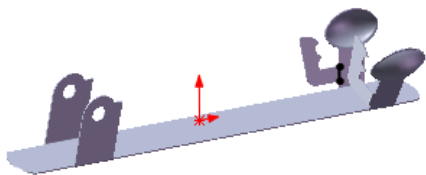
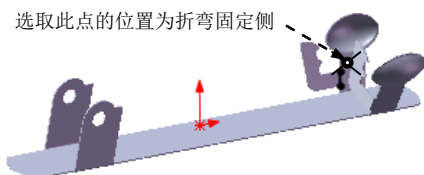

图 15.4.45 绘制的折弯线
图 15.4.46 固定侧的位置
② 定义折弯线草图。在草图环境中绘制图 15.4.45 所示的折弯线。
③ 选择下拉菜单 **插入(I)** → **草图绘制** 命令，退出草图环境，此时系统弹出“绘制的折弯”对话框。
(3) 定义折弯固定侧。在图 15.4.46 所示的位置处单击，确定折弯固定侧。
(4) 定义钣金参数属性。在 **折弯参数(P)** 区域的  文本框中输入折弯角度值 75.0，在 **折弯位置:** 区域中单击“折弯在外”按钮 。
(5) 单击  按钮，完成绘制的折弯 2 的创建。